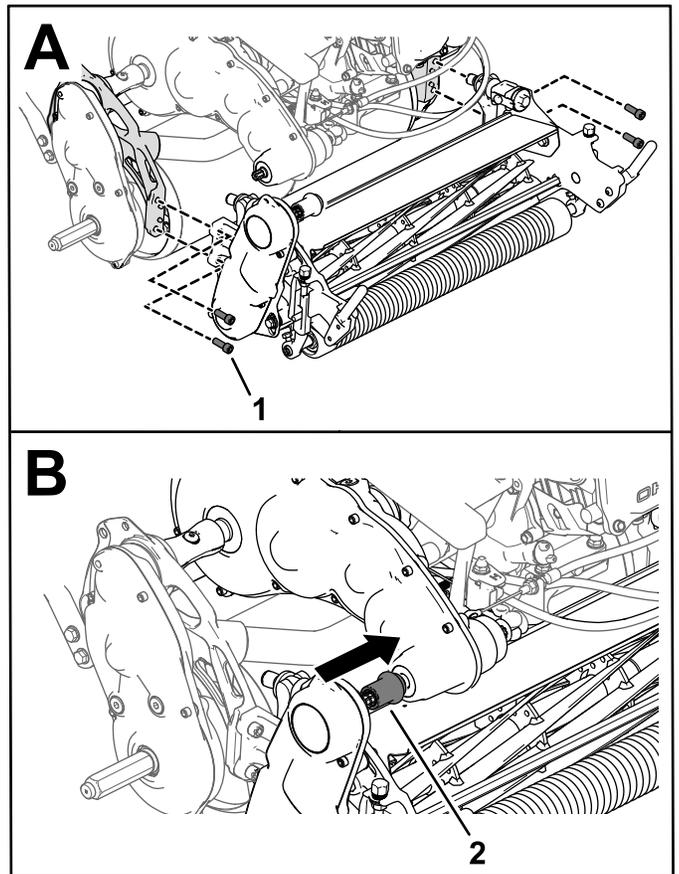

図 47
4. カッティングユニット駆動カップラをトランスミッションの駆動シャフトに接続する 図 47。
3. ソケットヘッドねじ4本でカッティングユニットをフレームに固定する 図 47。